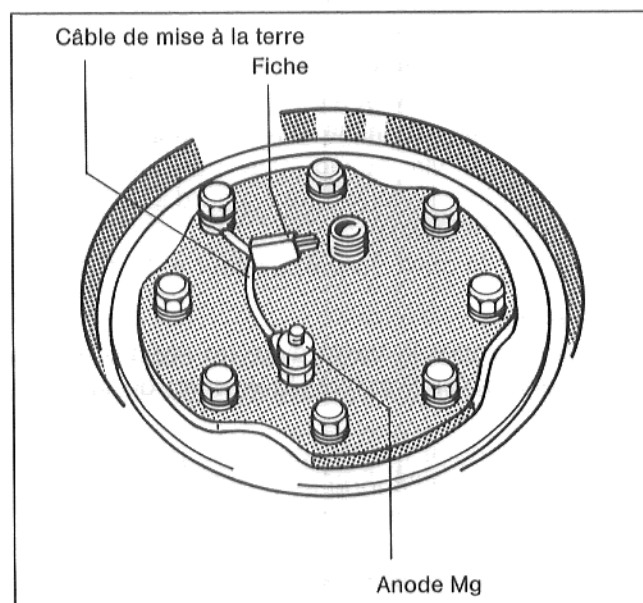

Fig. 11
- Vérifier si l'anode magnésium est montée et si le câble de mise à la terre est branché (fig. 11).
- Relier la fiche du câble de mise à la terre au câble de l'appareil de régulation (fig. 11).